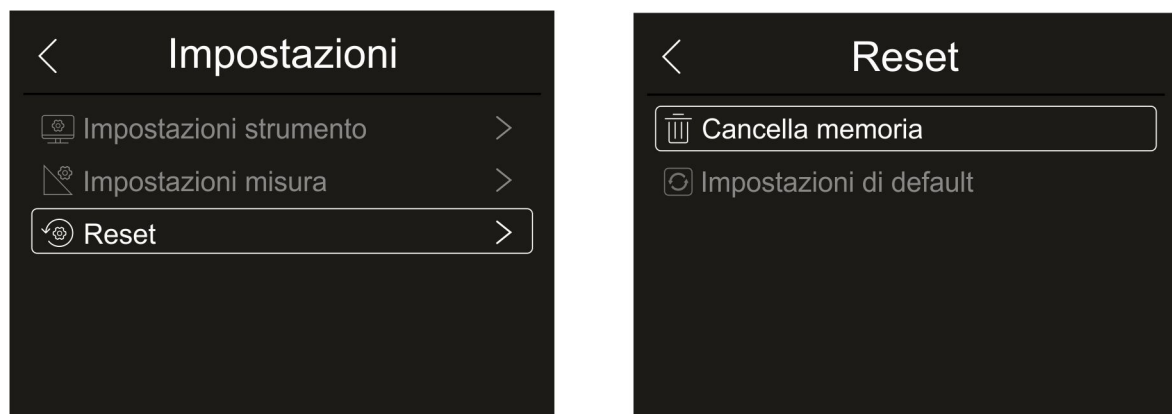

Fig. 31: Menu Reset dello strumento
1. Toccare la voce "Reset". La videata di Fig. 31 – parte destra è mostrata a display. Toccare la voce "Cancella memoria". La seguente videata di conferma è mostrata: